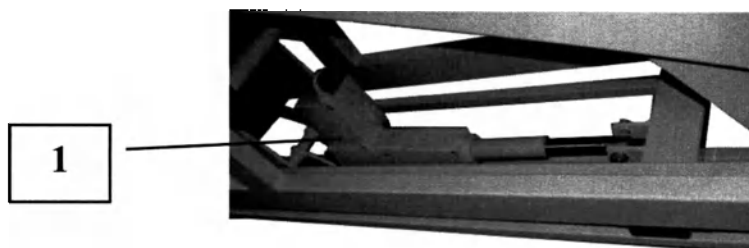

Рисунок 2 – Электропривод (актуатор) для изменения высоты стола
5.3.4 На нижней раме стола установлен электропривод (актуатор) (рисунок 2 поз.1), который предназначен для плавной регулировки высоты стола.